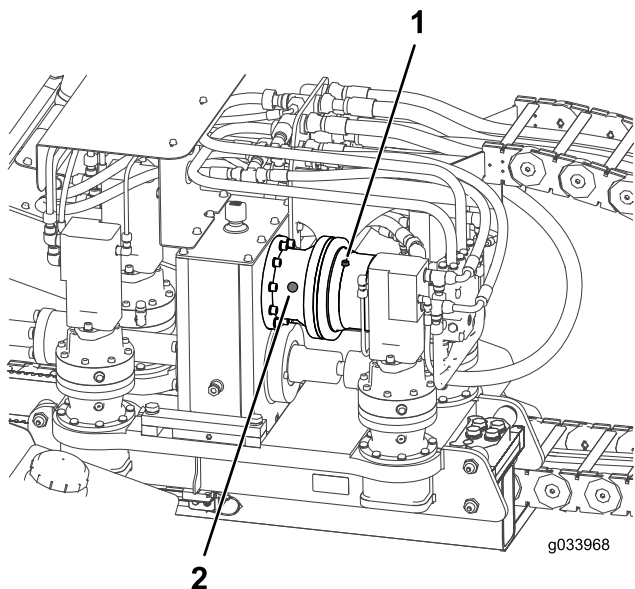

Figure 101
2. Contrôlez le niveau d'huile par le regard sur le train planétaire de moteur rotatif (Figure 101).
3. Si le niveau d'huile est trop bas, retirez le bouchon de contrôle du niveau d'huile (Figure 101).